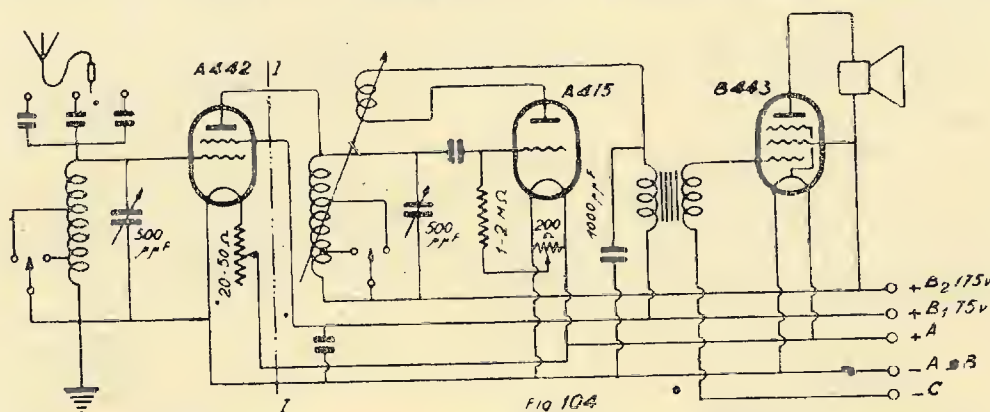
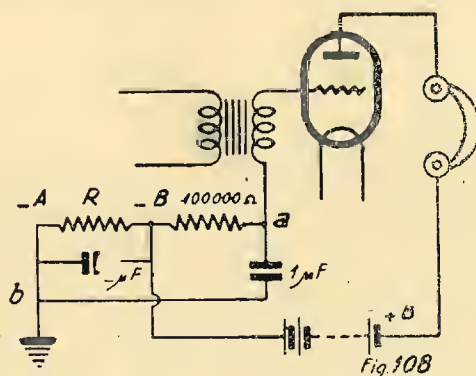

Fig. 104
Fig. 108
stato disposto uno schermo metallico per impedire accoppiamenti induttivi o capacità nocive. Per prolungare lo schermo all'interno della valvola ad alta frequenza, è bene montare la valvola stessa orizzontalmente (fig. 15) e passarla attraverso allo schermo I-I (fig. 104), in modo che lo schermo e il bordo della griglia-schermo formino un condensatore. In tal modo, essendo lo schermo esterno collegato alla terra per le
B) *Ricevitore a tre valvole (filamenti riscaldati con corrente alternata).* — Osservando attentamente lo schema della fig. 106, vi si notano moltissime rassomiglianze con quello della fig. 104. Infatti, lo schema dell'apparecchio è identico: l'unica differenza sta nel fatto che i filamenti delle valvole — a riscaldamento indiretto — sono direttamente alimentati dalla corrente alternata della rete. La corrente fornita dalla rete viene trasformata alla tensione di 4 volts da un trasformatore, il cui secondario comporta una presa intermedia collegata alla terra. Questa disposizione serve ad evitare ogni rumore di fondo determinato dalle continue variazioni di tensione della corrente al-
di una batteria separata, come è indicato nella fig. 104, una parte della tensione di placca. Il montaggio relativo è indicato dalla fig. 108: una resistenza R viene inserita tra il polo negativo della sorgente di tensione
Nelle figure 104 e 106, la tensione anodica di 150 volts viene applicata direttamente all'altoparlante. Talvolta,